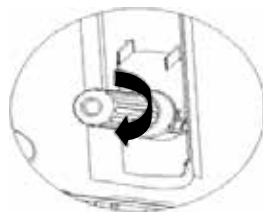

Fig.8
4. Een klikkend geluid geeft aan dat de verzegeling van de cartridge is doorboord door deze samen te schroeven met de doorboorpen, waardoor het gas in het biervat kan stromen (Fig. 8).